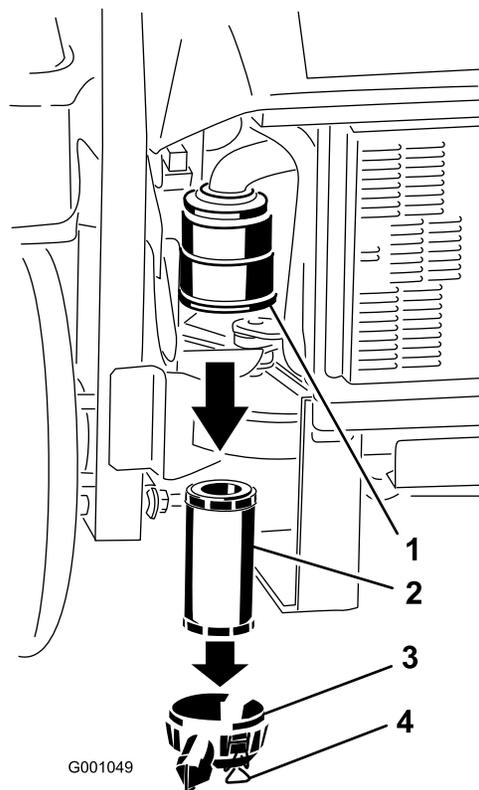

Figura 58
3. Rilasciate i dispositivi di fermo del filtro dell'aria e togliete il coperchio dal corpo del filtro (Figura 58).
5. Estraiete con cautela il filtro dal corpo del filtro dell'aria (Figura 58).